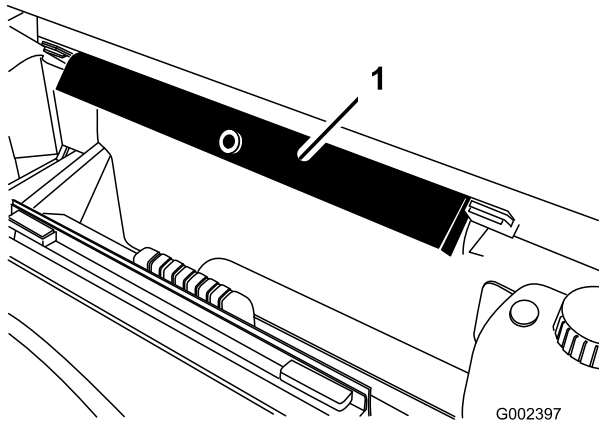

Figura 40
2. Staccate il supporto del pianale dalle staffe su cui è riposto, sulla parte posteriore del pannello del sistema ROPS (Figura 40).